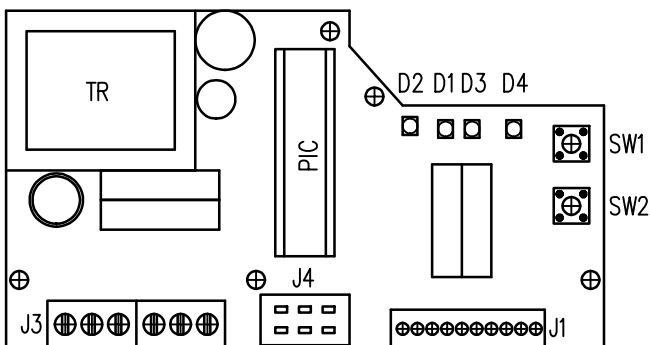

Рис.8
4.7 Настройка регулятора положения (рис.8)
Размещение устанавливаемых и сигнализирующих элементов на доске регулятора REGADA находится на рис.8: